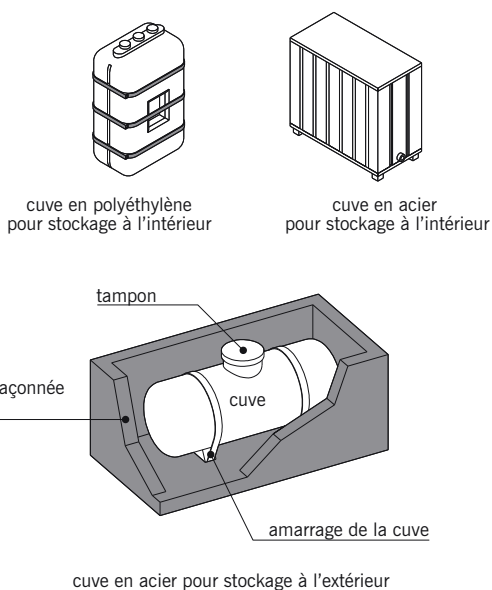

fig. 17.33
■ **La cuve à fioul** (fig. 17.33) : réservoir étanche destiné au stockage du fioul. Il en existe une grande variété et plusieurs possibilités de stockage, à l'extérieur (cuve enfouie ou installée dans une fosse) ou à l'intérieur.